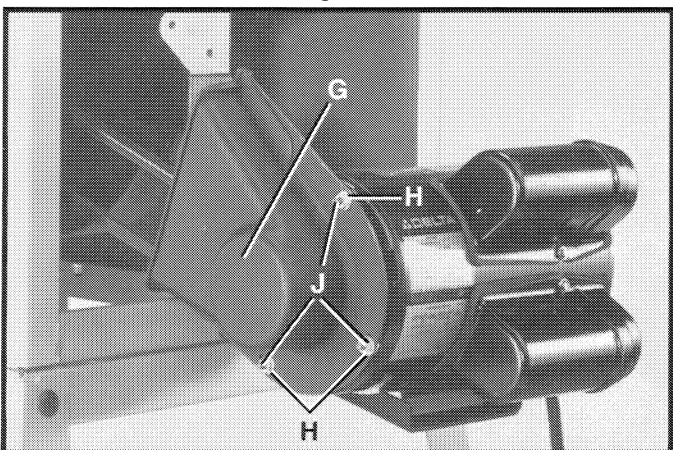

Fig. 19
3. Afiance el protector de correa y polea (G) Fig. 19 a los tres gorriones restantes del motor utilizando seis arandelas planas, tres de las cuales aparecen en (H), y tres tuercas de máquina hexagonales (J). **AVISO:** Una arandela plana (H) debe localizarse en el exterior del protector de correa y polea, y otra debe localizarse en el interior del protector de correa y polea.